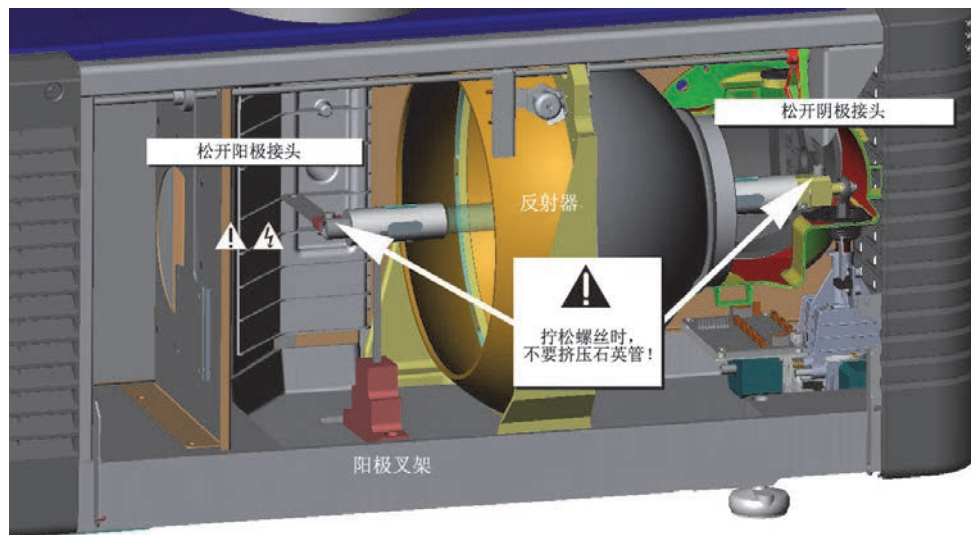

图 4-1 取下旧灯泡
- 松开灯泡负极 / 阴极和正极 / 阳极接头上的固定螺丝。确保使用最小扭矩，而且不要压迫石英管。(图 4-1)。